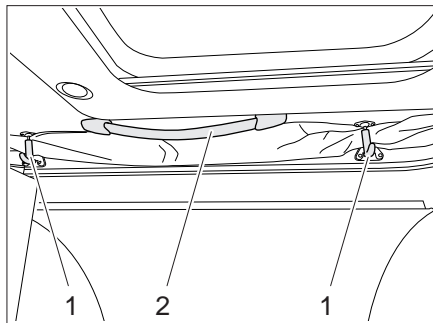

Bild 52 Fälltak
- Lossa säkringarna (Bild 52,1) genom att dra lätt i dem.
- Skjut fälltaket uppåt i handtagen (Bild 52,2).
- Dra fälltaket neråt i handtagen (Bild 52,2).
- Dra säkringarna (Bild 52,1) lätt neråt och haka i dem igen.